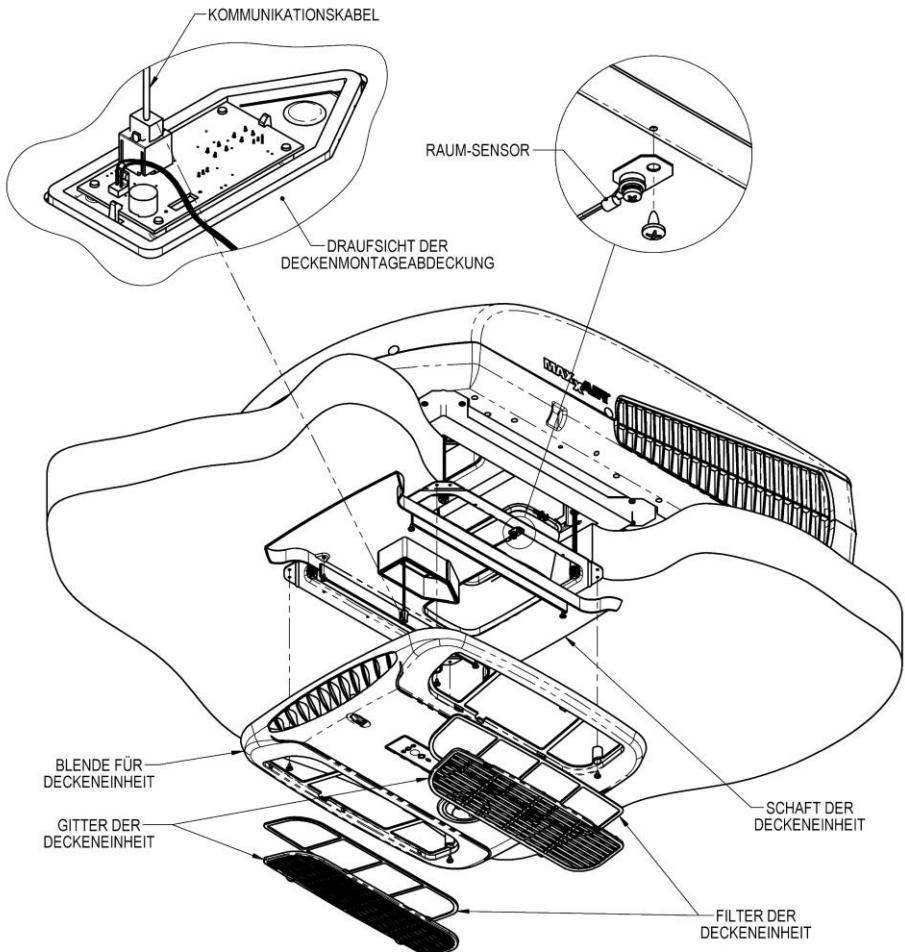

ABBILDUNG 5
Siehe Abb. 5
- E. Heben Sie die Abdeckung in der Nähe des Montagerahmens an. Schließen Sie das Kommunikationskabel von der oberen Einheit an die Buchse an der Deckenblende an, wie im vergrößerten Bereich von Abb. 5 dargestellt.